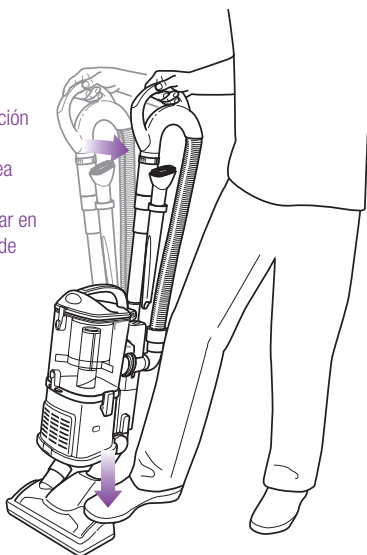

Fig. 12
- 4 Presione suavemente la boquilla para piso hacia abajo con su pie mientras sujeta el mango y lo inclina hacia atrás. (Fig. 12)